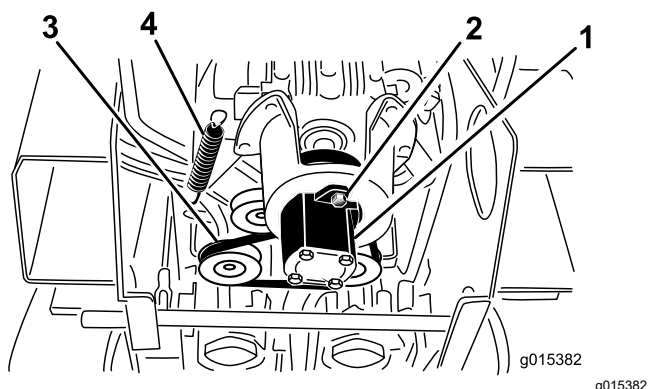

Figure 50
5. Desserrez les 2 boulons de la pompe (Figure 50).
6. Tournez la pompe dans le sens antihoraire et laissez-la se détacher de la poulie (Figure 50).
7. À l'aide d'un extracteur de ressort (à se procurer chez un concessionnaire-réparateur agréé) ou d'un crochet en métal, décrochez l'extrémité du ressort de la poulie de tension du boulon de ressort afin de détendre la courroie (Figure 50).